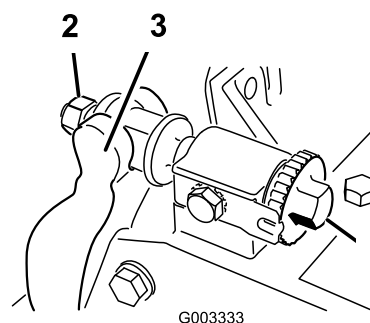

図 61
1. ベッドバー調整ネジを左に回してベッドナイフとリールの接触をなくす(図 61)。